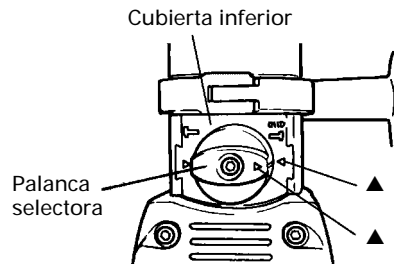

Fig. 7
(1) Rotación-martilleo (Fig. 7)